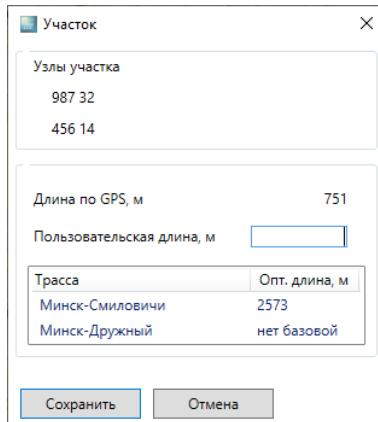

Рисунок 6-16. Участок
1. Чтобы ввести/изменить или посмотреть информацию об участке нужно навести курсор на участок и нажать правую кнопку мыши. Появится контекстное меню участка, в этом меню нужно выбрать пункт «Информация». В результате появится окно «Информация об участке» Рисунок 6-16.
2. Чтобы **посмотреть, как проходят трассы** на карте, которым принадлежит данный участок, необходимо навести курсор в таблице на строчку требуемой трассы Рисунок 6-16, нажать правую кнопку и выбрать появившееся контекстное меню «**Показать трассу**». Выбранная трасса на карте подсветиться ярко-зеленым цветом. После нажатия кнопки  на вкладке «ГИС» выделение будет снято.